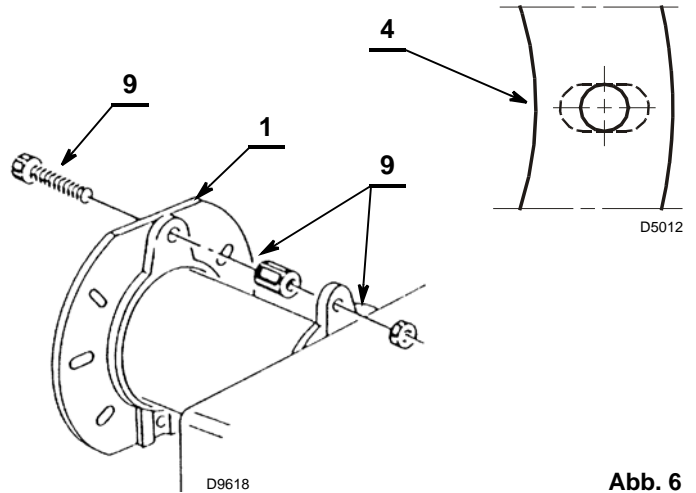

Abb. 6
- Auf dem Flansch 1) (Abb. 6) die Schraube und die beiden Muttern 9) einfügen;
- Falls erforderlich, die Bohrungen der Isolierdichtung 4) (Abb. 6) erweitern.